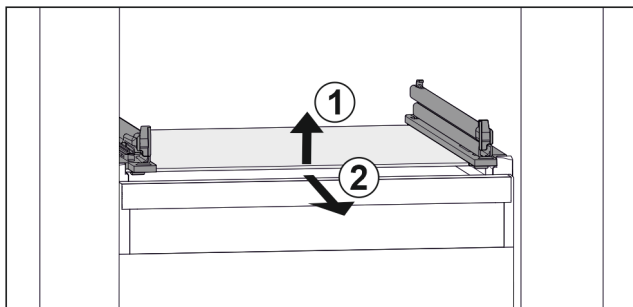

Fig. 153 Vejledende visning af glaspladen
- ▶ Løft glaspladen foran. Fig. 153 (1)
- ▶ Tag glaspladen ud fremefter. Fig. 153 (2)